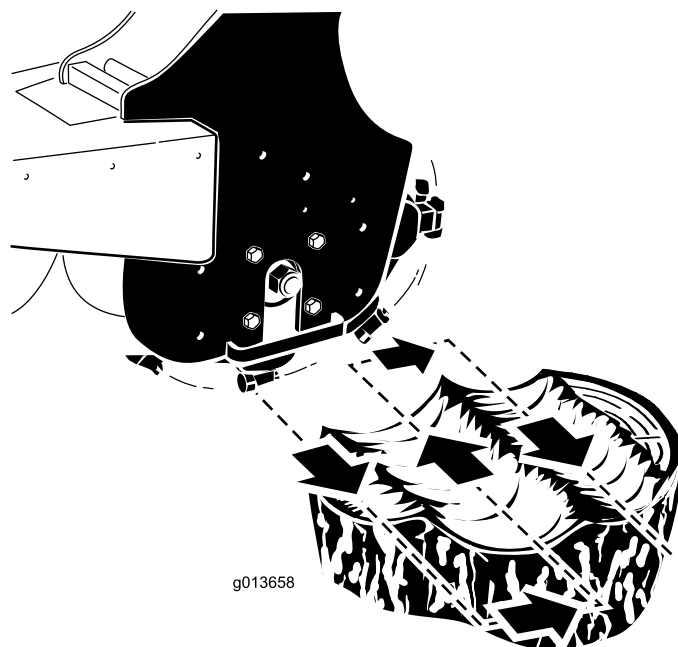

Figure 12
4. Placez la rogneuse sur le côté gauche et derrière la souche (Figure 12).
5. Déplacez la rogneuse dans votre direction à l'aide du levier de basculement ; vous pouvez alors travailler à une profondeur de 0,5 à 5 cm selon la dureté du bois (Figure 12).
6. Éloignez la rogneuse (Figure 12), abaissez-la de 0,5 à 5 cm, puis répétez les opérations 4 à 6 pour rogner la souche sur quelques centimètres.
8. Déplacez la rogneuse vers la droite (Figure 12).